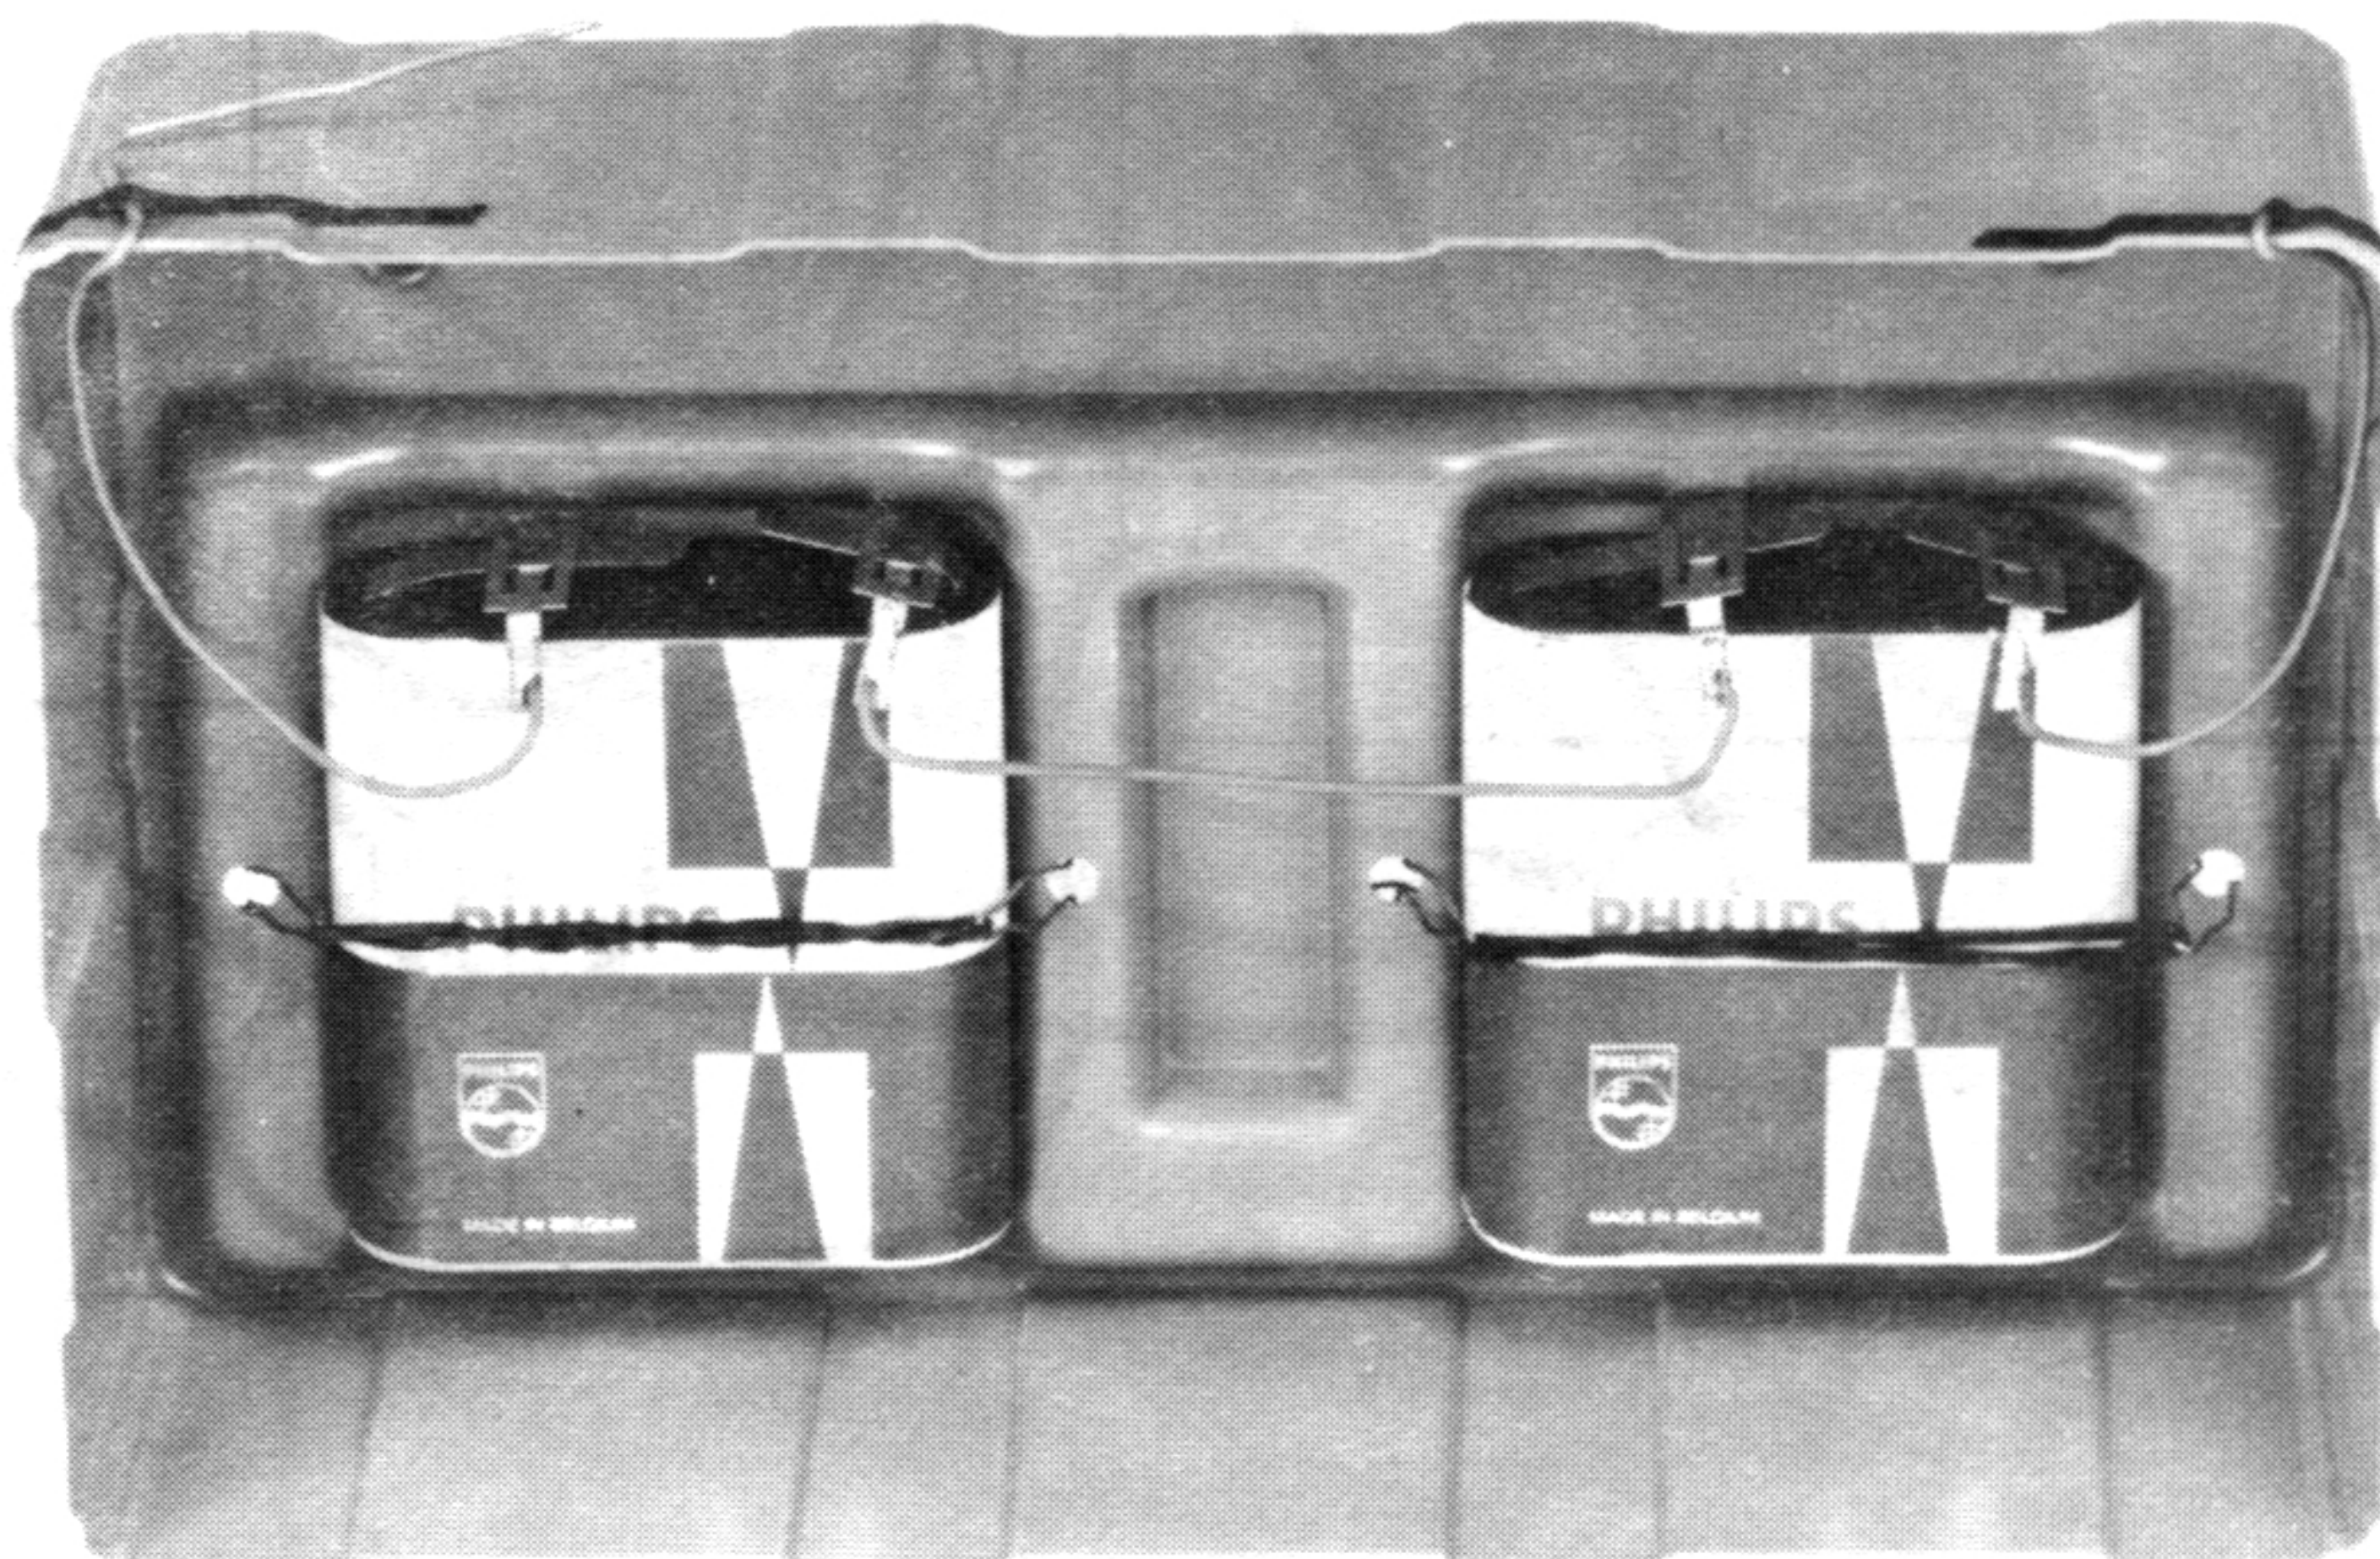

Abb. 36
3. Ferner zwei Klemmen an den Enden eines ca. 15 cm langen Drahtstückes. Diese Verbindung dient zum Überbrücken der beiden Batterien (Abb. 36).
Abschließend muß noch der Minuspol der Printplatte mit dem freien Minuspol der einen Batterie, der Potentiometeranschluß mit dem Pluspol der anderen verbunden werden (Abb. 36). Die Batterieanschlüsse dürfen auf gar keinen Fall vertauscht werden.